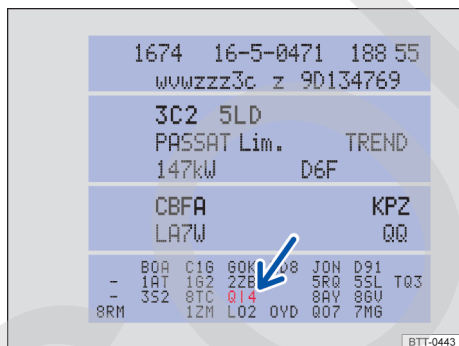

Fig. 206 Adhesivo portadatos del vehículo con núm. PR del servicio correspondiente (representación esquemática).
- Consulte el número PR que figura en el adhesivo portadatos del vehículo → fig. 206 (flecha) → pág. 273.